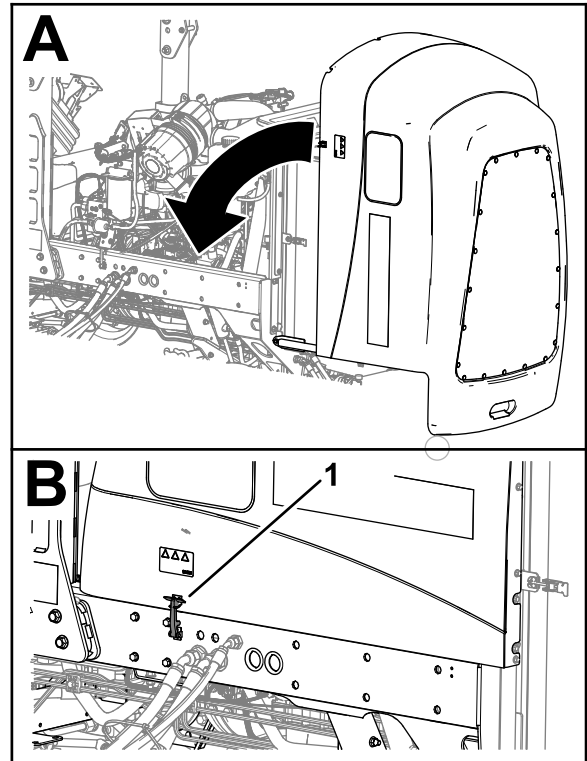

Figura 94
1. Gire cuidadosamente el capó para cerrarlo (Figura 94).